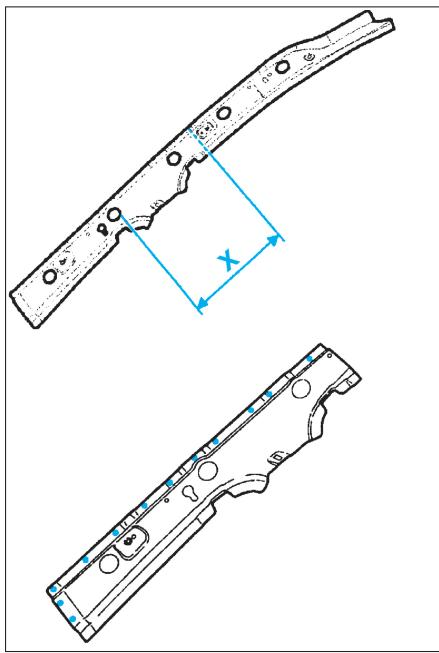

FIG. 75
- Découper à l'aide d'une meule épaisseur 1 mm (coupe définitive) et percer des trous de Ø 6,5 mm pour soudage ultérieur par points bouchons (Fig.75).